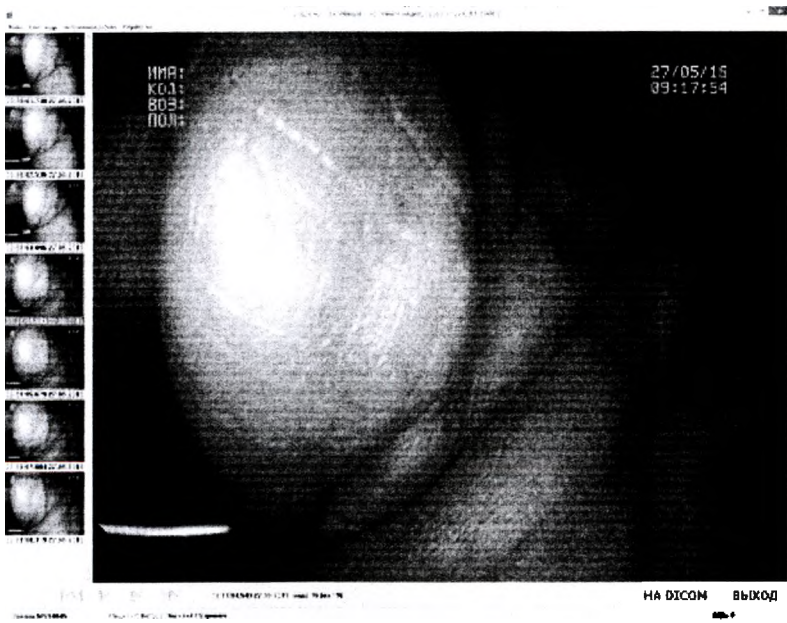

Рисунок 66 - Вид окна с записанными стоп-кадрами
- нажать на "Открыть стоп-кадры" левой клавишей мыши. В левой части экрана программы доступны изображения записанных стоп-кадров (рисунок 66).